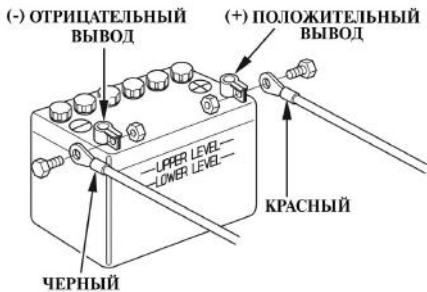

Рис. 20 Подключение аккумуляторной батареи
1. Присоедините красный провод к положительному выводу (+) аккумуляторной батареи. Присоедините черный провод к отрицательному (-) выводу аккумуляторной батареи (Рис. 20).